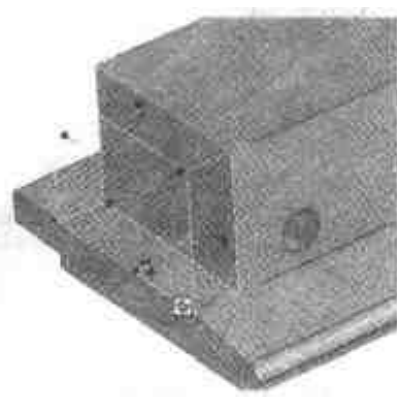

图 4.82 添加孔图素
- (8) 从右侧【工具】设计元素库中向造型的侧面拖入一个【孔类长方体】图素，拖动孔类长方体的智能手柄与造型的表面相互重合，设置宽度的距离与侧表面相距为 5，结果如图 4.82 所示。